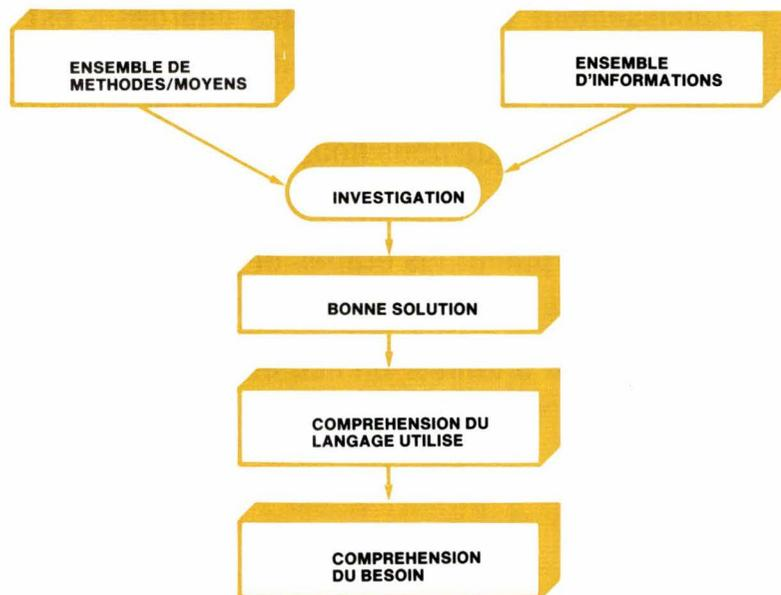

Fig. 4.
- Comment trouver la bonne solution ? (voir fig. 4).